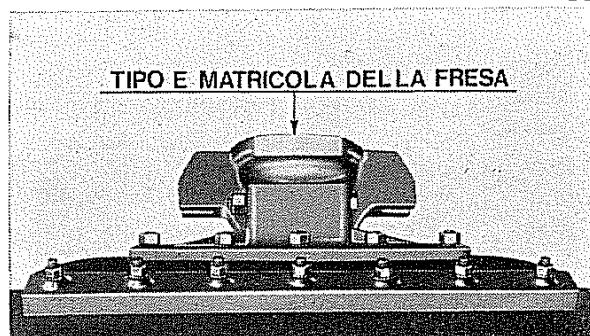

Fig. 7
**N.B. -** Sia il tipo che il numero di matricola della fresa si trovano stampigliati nel punto indicato dalla freccia in fig. 7.